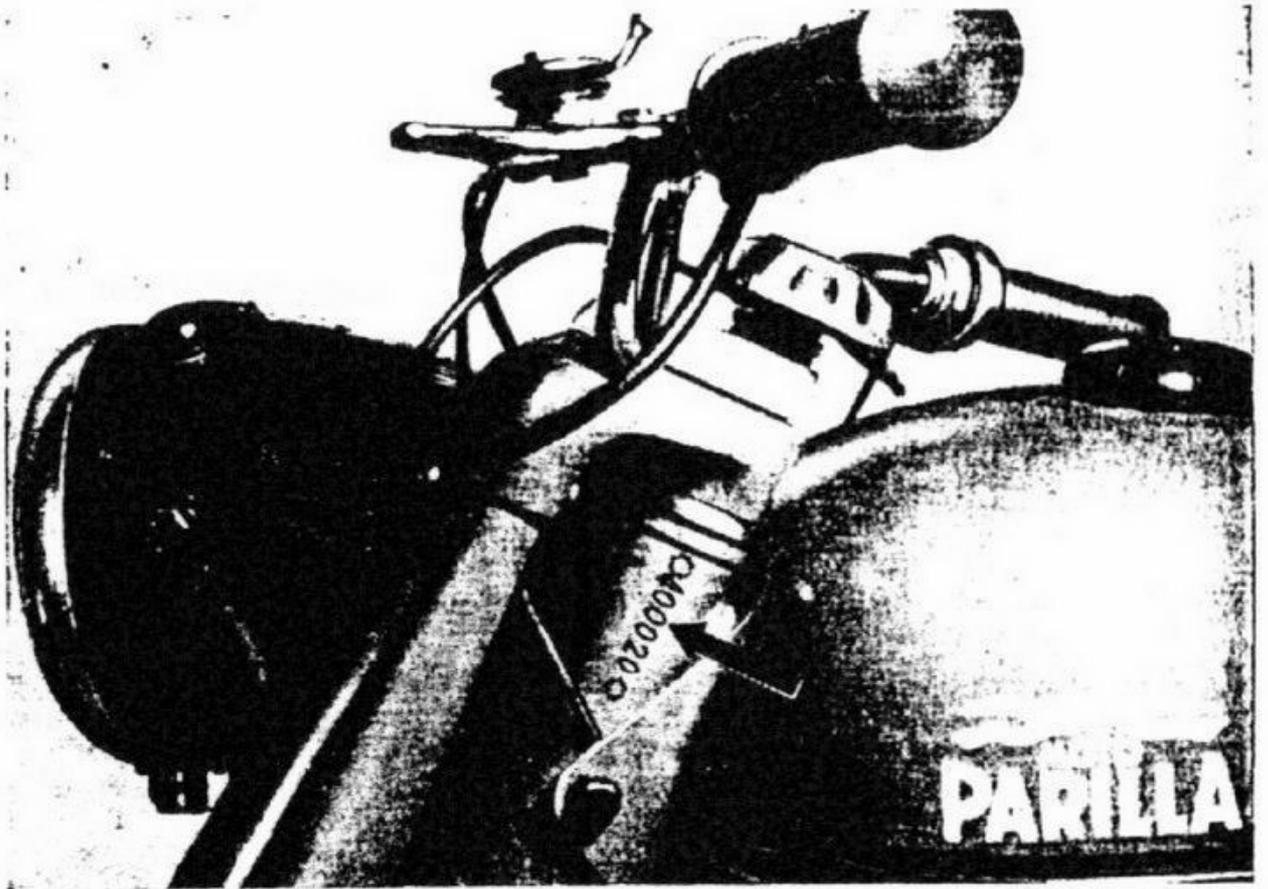

Fig. 3
- sul basamento motore, nella parte sinistra (fig. 3 bis).
Fig. 3 bis